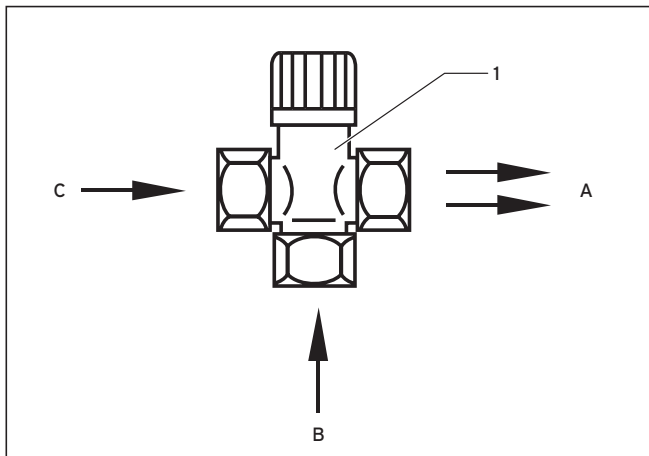

Fig. 6.4 Mélangeur thermostatique d'eau chaude
- Pour vous protéger efficacement contre les brûlures, montez un mélangeur thermostatique comme représenté sur la fig. 6.4.